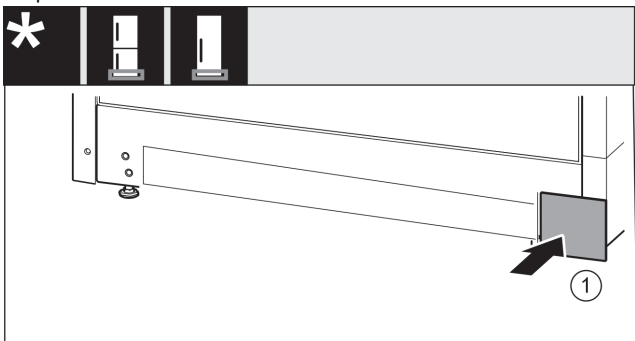

Fig. 37
▶ Așezați apărătoarea din nou pe cealaltă parte. Fig. 37 (1)